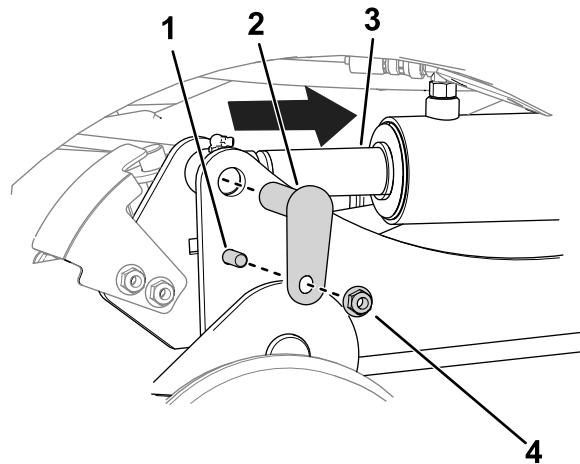

Figure 7
- B. À l'aide d'un pointeau, alignez les trous des tiges de vérin et les trous des bras de levage (Figure 7).
- C. Avec 2 boulons ($\frac{3}{8}$ " x $1\frac{1}{4}$ "), 2 écrous ($\frac{3}{8}$ ") et 2 petits axes, fixez les bras de levage aux vérins (Figure 7).